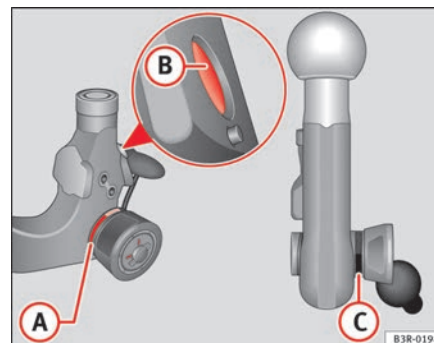

Fig. 151 Dispositivo desmontable para remolque: Rótula
- Compruebe si la marca roja **(A)** ⇒ página 199, fig. 151 de la rueda moleteada se encuentra en la zona negra de la rótula.